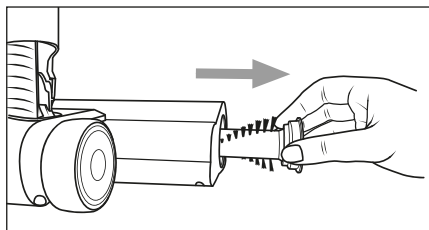

Fig. 23
- 3) Puxe o rolo de escova **19** para fora da escova para chão **20** (ver fig. 23).